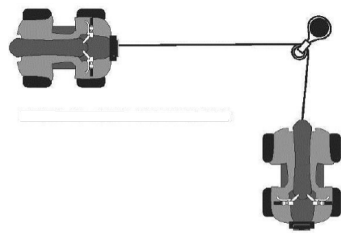

fig. 9
- b. Si l'objet doit être treuillé à un angle par rapport au treuil, utilisez une poulie (non comprise) et un point d'ancrage directement devant le treuil (fig. 9).